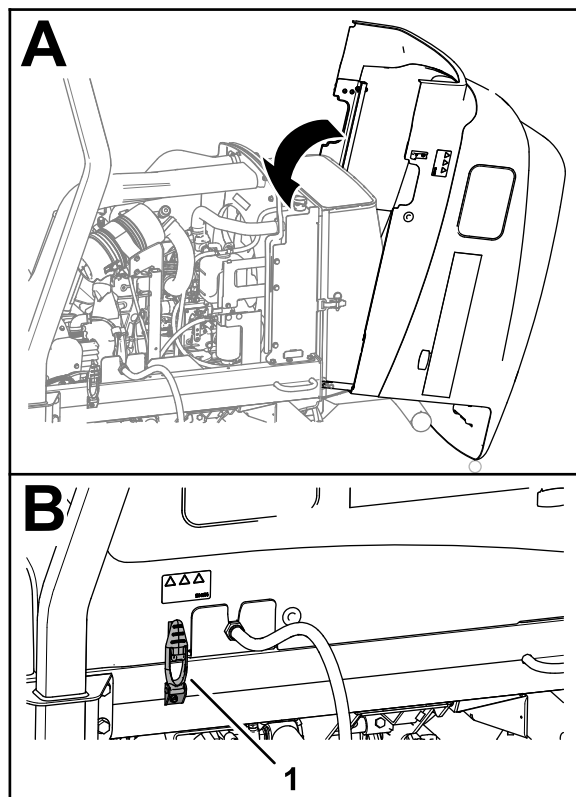

Figure 65
1. Refermez le capot avec précaution (Figure 65).